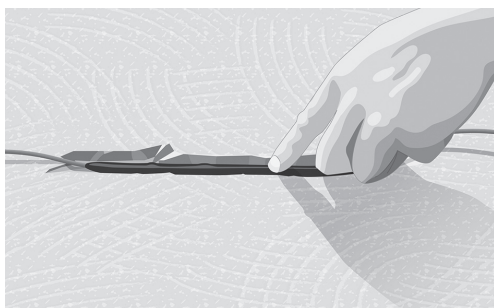

Fig. 2. Rille til kold/varm samling på kablet
4. Fræs riller i gulvet til kold/varm- og endsamling. Kablet skal placeres i lige linje min. 25 cm på hver side af en samling. Lav rillen så stor, at indstøbningsmaterialet kan indkapsle samlingerne fuldstændigt. Hav mindst 10 mm på hver side af samlingen. Lav rillen så dyb, at samlingerne ikke påvirker den samle højde af konstruktionen (fig. 2).